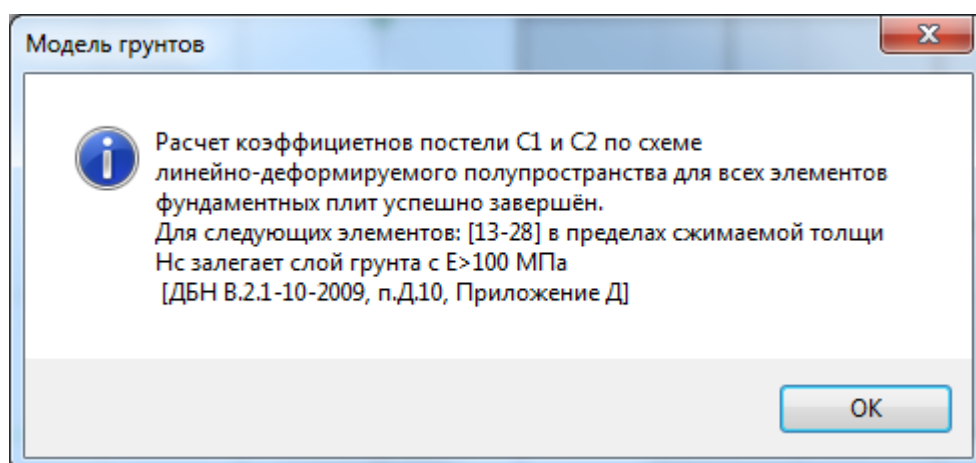

Рис. 5.19
- по нормам [5.1, п. Д10, Приложение 10] расчет производится аналогично [5.5, п. 5.5.41], [5.6, п. 5.6.41] (рис. 5.19):